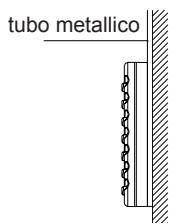
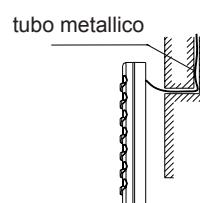

Figura 1:
Figura 2:
- 3 Se il filo di controllo tra il dispositivo di controllo a filo e l'unità interna è installato in modo superficiale, utilizzate il tubo metallico n. 1 e predisponete delle rientranze corrispondenti nella parete (fate riferimento alla Figura 1). Se utilizzate l'installazione a scomparsa, potete utilizzare il tubo metallico n. 1 (fate riferimento alla Figura 2).